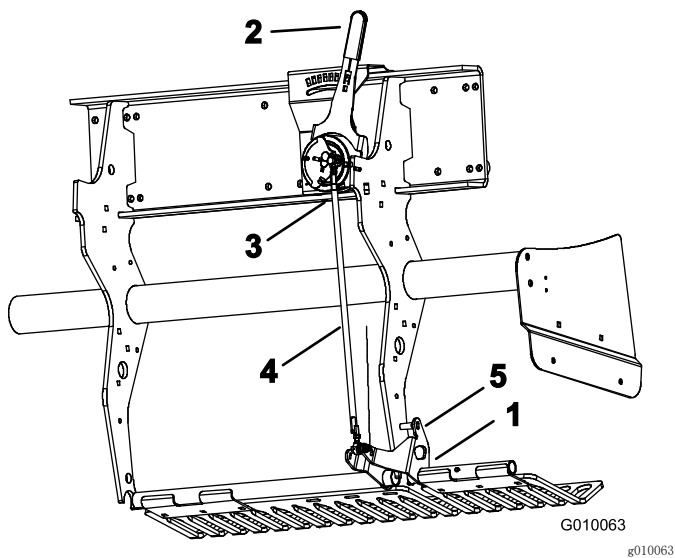

图59
2. 向上旋转左侧草坪防护装置安装支架（图59），直到支架与焊接在机架上的深度设置管之间可以插入一个锁定销（5/16 钻杆或螺栓）。
3. 将打孔深度杆（图59）移至 H 设置（最深）。
4. 从线束上断开外侧滚珠开关（图59）（打孔头-低开）。
5. 松开深度调节拉杆上的锁紧螺母（左和右）（图59）。